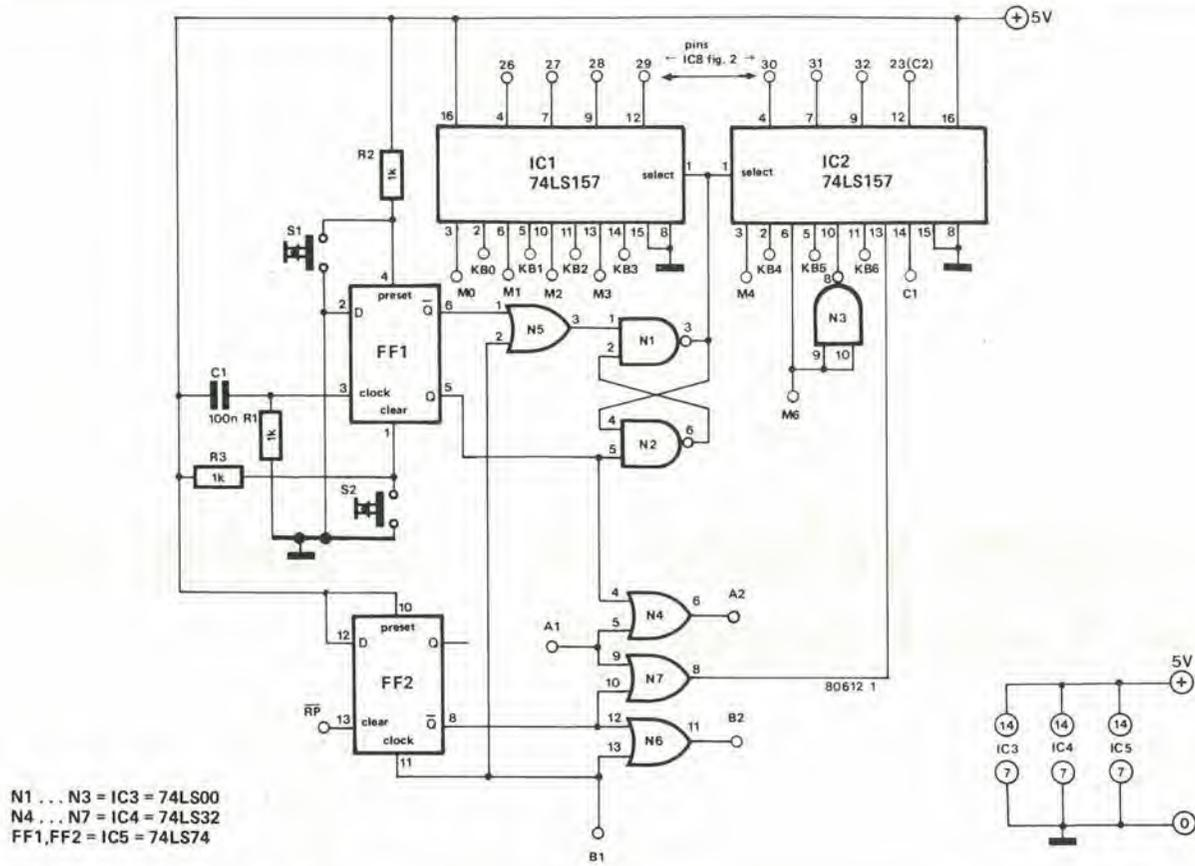

Figura 1. Il circuito di estensione completo.
Premendo il pulsante di reset (S2 di figura 1) vengono resettati sia FF1 che il flip-flop RS (N1/N2) e l'Elekterminal può funzionare nuovamente in modo normale. L'informazione memorizzata nella cassetta può essere nuovamente introdotta tramite l'ingresso seriale.
mento, S1 di figura 1, l'uscita Q di FF1 va a livello basso. Quando l'uscita Q di FF1 è a livello alto, la porta N4 provvede ad impedire che arrivi il segnale WRITE alla memoria. Quando viene premuto uno dei tasti della tastiera ASCII, di preferenza il tasto di spaziatura o quello di controllo, viene generato un impulso di campionatura (strobe) KS. Il fianco di attacco dell'impulso di campionatura provocherà l'ingresso in parallelo dei dati provenienti dalla tastiera nella UART. Con l'interruttore S1 di figura 2 chiuso, questa informazione verrà emessa dalla sezione trasmettente dalla UART e tornerà, in forma seriale, nella sezione ricevente. Una volta trasferito, in questo modo, un carattere completo, l'uscita Dato Disponibile (DAV = Data Available) del piedino 19 della UART andrà a livello alto per un breve periodo di tempo. Il bordo d'ingresso di questo impulso setterà il flip-flop RS formato da N1 ed N2 che, a sua volta, commuterà a livello alto gli ingressi di selezione dei multivibratori. I dati della memoria, insieme al segnale R/\overline{W} , si troveranno ora presenti alle uscite del multivibratore. Poco dopo l'impulso DAV, viene prodotto un impulso R/\overline{W} che agisce come sostituto dell'impulso di campionatura. Ciò significa che i dati presenti nella memoria verranno ripetutamente fatti entrare ed uscire nella e dalla UART. Questa informazione che esce in forma seriale dalla UART può essere trasferita nella cassetta. Dato che il registratore deve essere già in moto prima che sia premuto un tasto, il carattere che inizia il ciclo deve essere anch'esso registrato. Questo è il motivo per cui è consigliabile usare il tasto di spaziatura oppure quello di controllo, in quanto questi avranno un effetto non apprezzabile sul quadro effettivamente visualizzato.
5. Collegare il piedino 27 di IC10 (\overline{RP}) di figura 2 al punto contrassegnato \overline{RP} di figura 1.
in figura 1	in figura 2
8. Collegare infine le uscite dei due multiplatori di figura 1 alla UART (IC8) di figura 2, come segue: